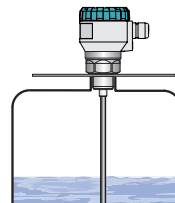

Abb. 7: Installation des Füllstandsmessers im nicht metallischen Tank
- Für die Füllstandsmessermontage am nicht metallischen Tank ist am Ort des Prozessanschlusses eine Metallplatte mit einem Durchmesser von mehr als 200 mm einzusetzen, siehe Abb. 7. Die Metallplatte muss den Gewindeanschlag des Füllstandsmessers berühren.